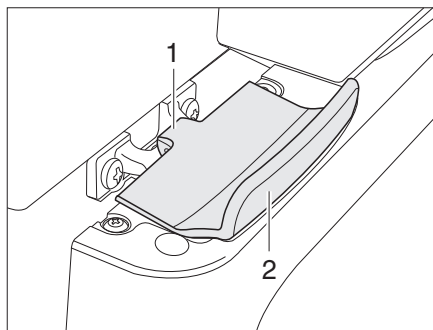

Fig. 361 Dispositif de verrouillage de la porte du réfrigérateur, fermé (Thetford)
- Ouvrir la porte du réfrigérateur sur la poignée (Fig. 361,2). Le verrouillage (Fig. 361,1) sera débloqué automatiquement.